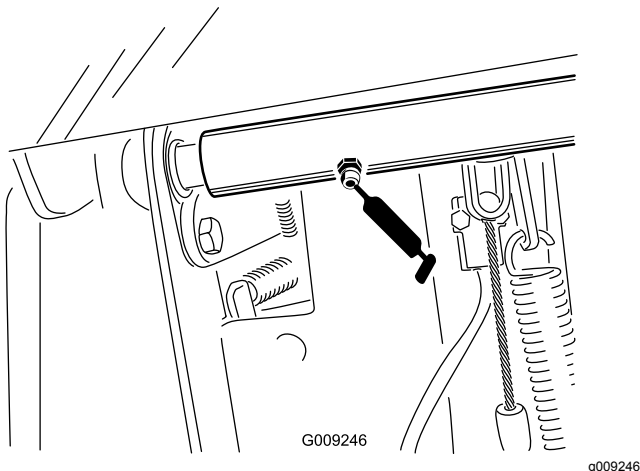

Figura 61
- Cojinetes del eje de pivote del pedal de freno (2) (Figura 61)